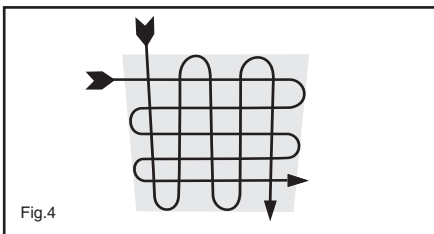

Fig.4
4. Als u grote gebieden of voorwerpen spuit, gebruikt u best een netwerkpatroon, ofwel van links naar rechts en dan op of neer of omgekeerd. Dit garandeert een maximale dekking. (Fig. 4).